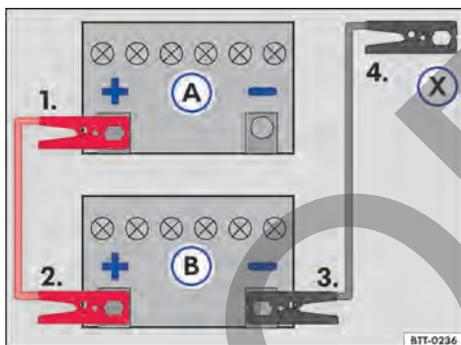

Fig. 197 Esquema para la conexión de los cables auxiliares de arranque: batería del vehículo descargada (A) y batería del vehículo que provee la corriente (B).
Leyenda para → **fig. 197**:
Conectar el cable de arranque auxiliar solo en la secuencia **1 – 2 – 3 – 4** → **fig. 197**.
- Conectar una extremidad del cable auxiliar de arranque *rojo* al polo positivo (+) del vehículo con la batería del vehículo descargado → **fig. 197** (A) → ⚠️.
- Conectar el otro extremo del cable de arranque auxiliar *rojo* al polo positivo (+) del vehículo que suministra corriente (B).
- Conectar un extremo del cable de arranque auxiliar *negro* al polo negativo de la batería del vehículo que suministra la corriente (B).
- Conectar el otro extremo del cable de arranque auxiliar *negro* (X) al vehículo con la batería descargada en un punto de ayuda al arranque (punto de puesta tierra) o una pieza maciza de metal atornillada firmemente al bloque del motor, sin embargo, no cerca de la batería (A) → ⚠️.